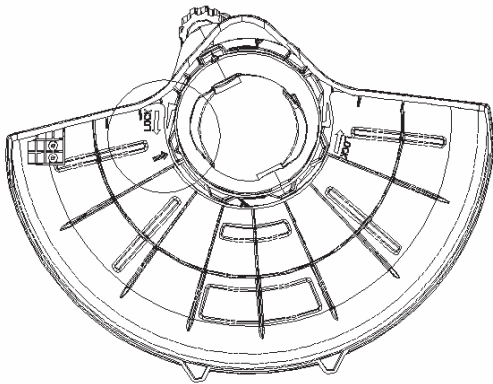
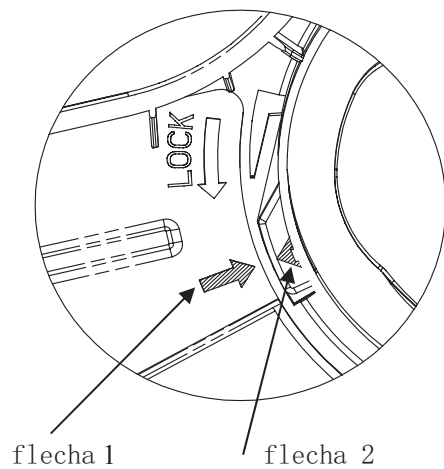

Fig. 5
Fig. 6
1. Alinee la instalación de flecha 1 sobre los escombros escudo con la instalación de flecha 2 en la vivienda, como se muestra. (Fig.5 y Fig. 6.)
2. Gire el protector contra escombros LOCK en la dirección que se muestra, hasta que trabaje en su lugar (Fig. 6). Asegúrese de que el protector contra escombros se ensamble a la unidad tal como se muestra en la sección CONOZCA SU RECORTADOR del manual.